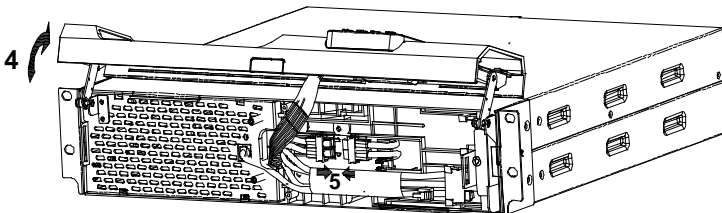

Fig. 14 : Branchement de la batterie interne
2. En agrippant vos doigts de chaque côté du panneau avant, tirez l'UPS d'environ 70 mm vers l'avant (2), de manière à pouvoir lire les consignes de sécurité de l'autocollant argenté placé sur le boîtier de l'UPS.
3. Faites glisser le panneau avant de quelques millimètres vers la gauche (3). Le dispositif de verrouillage se débloque...
4. ... et vous pouvez alors soulever le panneau tout entier vers le haut (4). Veillez à ne pas sectionner le ruban flexible relié à l'écran LCD. L'opération doit être effectuée délicatement.
5. Branchez maintenant le système de batterie interne en reliant les deux connecteurs : reliez les fiches rouges ensemble et les fiches noires ensemble (voir aussi Figure 14).